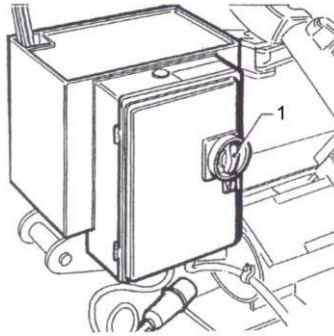

Рисунок 4 Шкаф силовой
4.2.3 Шкаф силовой (см. Рисунок 4), конструктивно представляет собой сварной шкаф с дверью, закрывающейся на замок и имеющей знак «» по ГОСТ 12.4.026-76. На дверце шкафа расположен автоматический выключатель 1, предназначенный для включения и выключения электропитания, он обеспечивает защиту стенда от короткого замыкания, а также тепловую защиту электродвигателей. Пускатели, установленные внутри шкафа, предназначены для включения вращения шпинделя в нужном направлении. Трансформатор, установленный внутри шкафа, преобразует напряжение 220 В в 24 В для цепей управления. Выпрямительный мост преобразует переменное напряжение 24 В в постоянное, для управления гидрораспределителями.